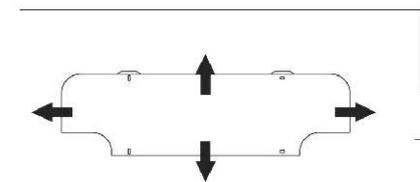

Fig.8
- Verificare la stabilità della piastra spostandola lateralmente, verso l'alto ed il basso (fig. 8).